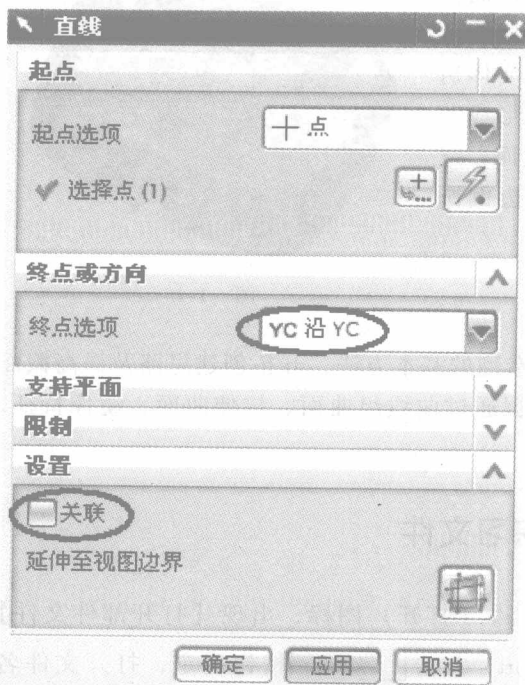
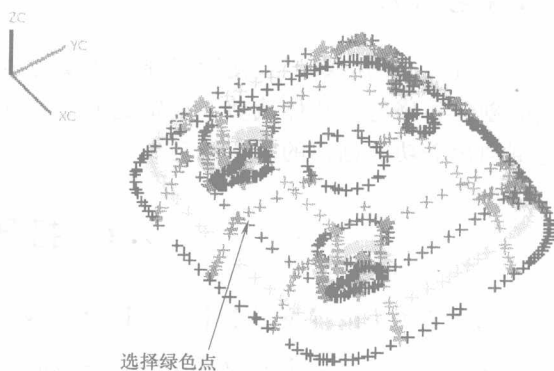
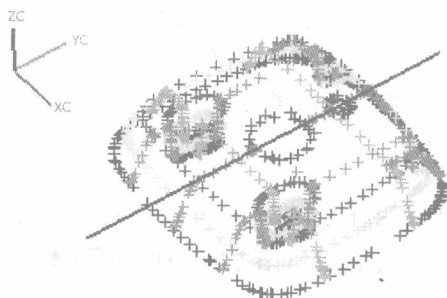

图 1-3
图 1-4
图 1-5
1. 绘制直线 选择菜单中的【**插入(S)**】/【**曲线(C)**】/【**直线(L)**】命令或在【**曲线**】工具条中选择 (直线) 图标, 出现【**直线**】对话框, 如图 1-3 所示。然后在图形中选择如图 1-4 所示的绿色点, 在【**直线**】对话框中**终点选项**下拉框中选择**YC 沿 YC**选项, 在图形中拖动绿色箭头至适当位置, 最后在【**直线**】对话框中取消**关联**复选框前面的勾, 点击**确定**按钮, 完成创建直线如图 1-5 所示。